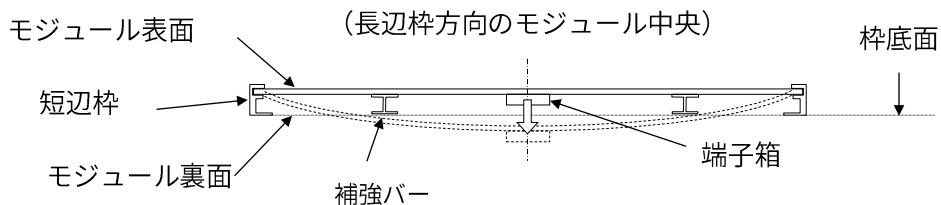

図3. モジュールのたわみ模式図（側面）
- ・ 太陽電池モジュールはモジュール表面への荷重負荷により、図3のように凹状のたわみが生じます。その際、モジュール裏面や端子箱、補強バーが架台や屋根などに接触すると破損する恐れがありますので、当該部分には十分な隙間を確保してください。